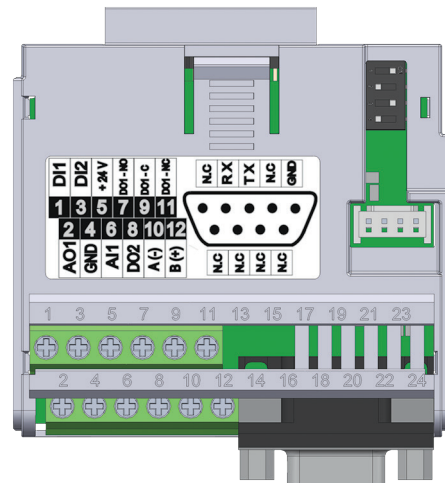

Figura 18.2: Modulo plug-in CFW500-CRS232
Il modulo plug-in CFW500-CRS232 ha l'interfaccia Seriale (1) tramite porta RS-485 sui terminali 10 (A-) e 12 (B+), e l'interfaccia Seriale (2) tramite porta RS-232 sul connettore standard DB9, v. Figura 18.2.